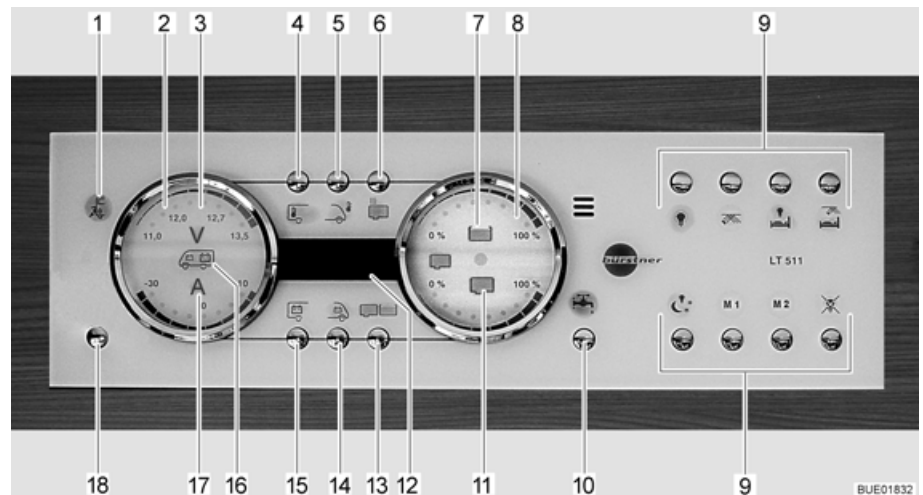

Bild 139 Panel LT 511
230 V-kontrollampan (Bild 139,1) lyser när nätspänningen ligger på elblockets ingång.
Med huvudbrytaren 12 V (Bild 139,18) kopplas panelen och bodelens 12 V-försörjning till eller från.
**Slå på:** ■ Tryck kort på knappen 12 V-försörjning (Bild 139,18). 12 V-försörjningen för bodelen är påslagen. Kontrolllampan "12 V" lyser.
▷ Efter aktivering av försörjningen: om lysdioden "11,0" för voltindikeringen samt symbolen volt "V" (Bild 139,3) på indikeringsinstrumentet för batterierna (Bild 139,2) blinkar är bodelsbatteriets spänning för låg. Ladda batteriet.
▷ Efter aktivering av försörjningen: om kontrolllampan "12 V" och symbolen volt "V" (Bild 139,3) blinkar tre gånger är batterifrånkopplingen aktiverad. Avaktivera batterifrånkopplingen.
**Slå från:** ■ Tryck kort på knappen 12 V-försörjning (Bild 139,18). 12 V-försörjningen för bodelen är avstängd. Kontrolllampan "12 V-försörjning" slocknar.
■ Tryck på knappen bodelsbatteri (Bild 139,15) och håll den intryckt i ca 10 sekunder. Symbolen volt "V" (Bild 139,3) och kontrolllampan "12 V" blinkar tre gånger. Bodelsbatteriet är frånkopplat från 12 V-nätet.
■ Tryck på knappen 12 V-försörjning (Bild 139,18) och håll den intryckt i ca 5 sekunder. Symbolen volt "V" (Bild 139,3) och kontrolllampan "12 V" blinkar tre gånger. Bodelsbatteriet är anslutet till 12 V-nätet. Kontrolllampan tänds efter ca 5 sekunder.
- Tryck på knappen bodelsbatteri (Bild 139,15). Symbolen volt "V" (Bild 139,3) lyser. Symbolen ampere "A" (Bild 139,17) lyser vitt eller rött beroende på laddning eller urladdning. Bodelsbatteriets spänning och ström visas via lysdioderna på indikeringsinstrumentet.
- Tryck på knappen startbatteri (Bild 139,14). Symbolen volt "V" (Bild 139,3) lyser. Startbatteriets spänning visas via lysdioderna på indikeringsinstrumentet.
- Tryck på knappen tank (Bild 139,13). Symbolerna vattentank (Bild 139,7) och avloppstank (Bild 139,11) lyser. Nivån i vattentanken (övre skala) och i avloppstanken (nedre skala) visas via lysdioderna på indikeringsinstrumentet.
**Tanklarm** Symbolen vattentank (Bild 139,7) eller symbolen avloppstank (Bild 139,11) blinkar när vattentanken är tom eller när avloppstanken är full.
Via den digitala indikeringen (Bild 139,12) kan innetemperaturen och utetemperaturen avläsas.
**Indikeringar:** ■ Tryck på knappen innetemperatur (Bild 139,4). Innetemperaturen visas.
■ Tryck på knappen utetemperatur (Bild 139,5). Utetemperaturen visas.
Med knappen vattenpump (Bild 139,10) kan vattenpumpen slås på och av.
**Slå på:** ■ Tryck på knappen vattenpump (Bild 139,10). Symbolen lyser.
**Slå från:** ■ Tryck på knappen vattenpump (Bild 139,10). Symbolen slocknar.